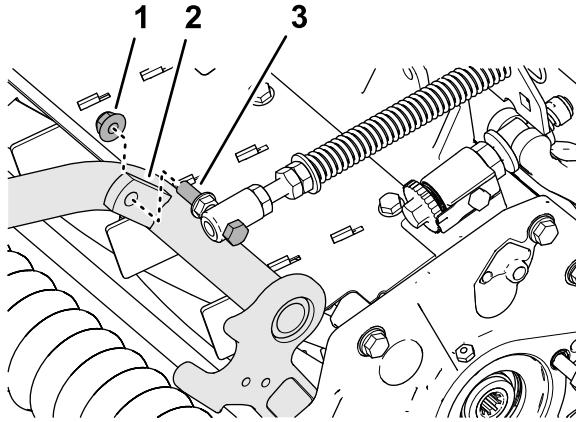

图 20
4. 使用凸缘锁紧螺母 $\frac{3}{8}$ 英寸将草坪补偿弹簧的平头螺丝组装到承载架 图 20 的右侧凸耳上。